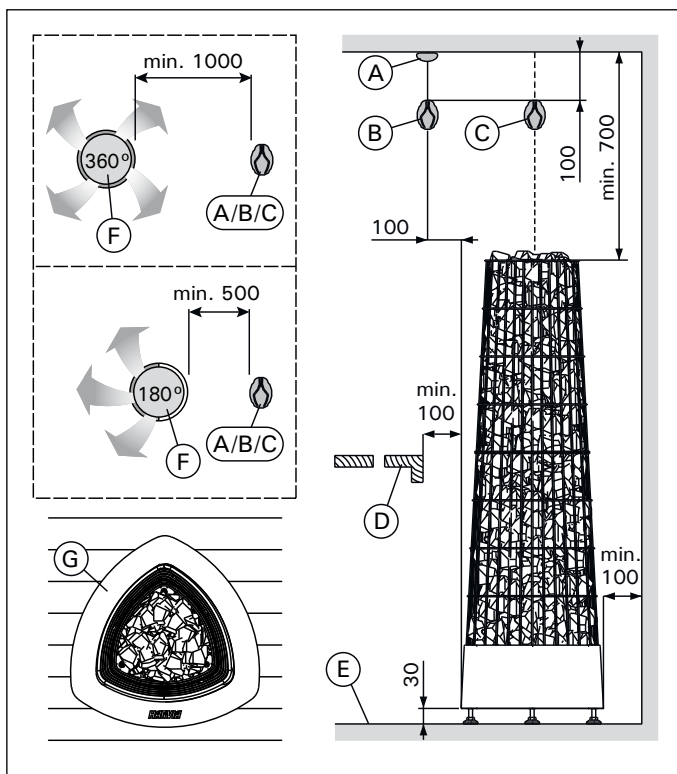
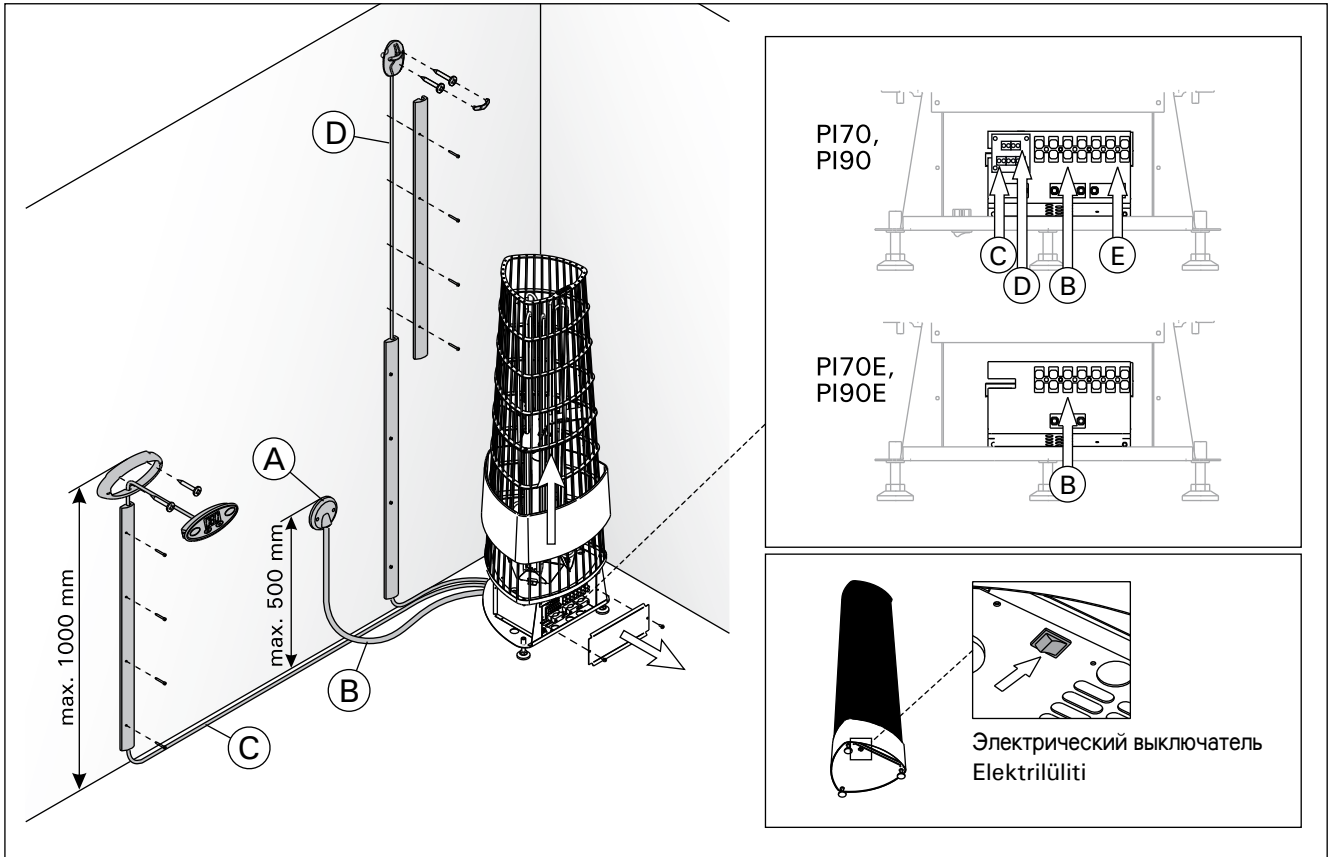

Рисунок 6. Расположение и безопасные расстояния (все размеры приведены в миллиметрах)
Рисунок 7. Разъемы нагревателя
Элементы, представленные на рис. 6:
Разъемы нагревателя (рис. 7):
- Каменка гибким проводом подсоединяется к соединительной коробке (рис. 7: A) в стене сауны. Соединительная коробка должна быть брызгозащитенной и находиться на расстоянии не более 500 мм от пола.
- В качестве кабеля (рис. 7: B) следует использовать резиновый кабель типа HO7RN-F или подобный. **ВНИМАНИЕ! Использование изолированного ПВХ кабеля запрещено вследствие его разрушения под воздействием тепла.**
- **PI:** Установите датчик на стену сауны, как показано на рис. 6. Вставьте кабель датчика в разъем нагревателя по принципу цветового соответствия (рис. 7: D).
- **PI-E:** Установите датчик на стену сауны, как показано на рис. 6.
**Внимание! Не устанавливайте датчик на расстоянии менее 1000 мм от ненаправленного вентилятора или на расстоянии менее 500 мм от вентилятора, действующего в направлении от датчика. См. рис. 6.** Поток воздуха вблизи датчика охлаждает датчик и приводит к неточности показаний устройства управления. В результате возможен перегрев каменки.
Закрепите панель управления следующим образом (см. рис. 7):
4. Вставьте свободный конец кабель управления в разъем нагревателя по принципу цветового соответствия (рис. 7: C).